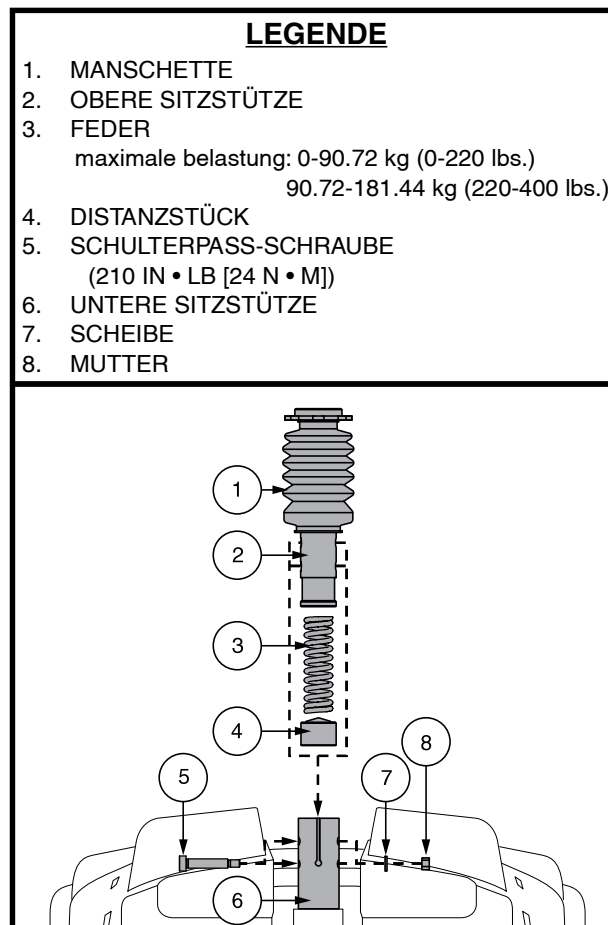

Abb. 22. Einstellung der Sitzhöhe - Gefederten komfort-sitzstütze
4. Drücken Sie die Sitzstütze nach unten, während Sie die Schulterpassschraube, die Unterlegscheibe und die Mutter lösen und entfernen. **Siehe Abb. 22.**
6. Bringen Sie die gewünschte Komfortfeder an. **Siehe Abb. 22.**